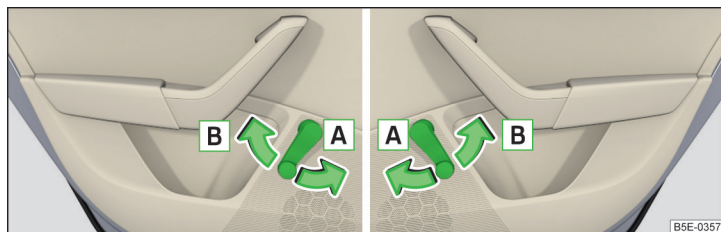

Fig. 60 Commande fenêtres : à gauche/à droite
- Pour l'**ouverture**, tournez la manivelle dans le sens de la flèche **A** » fig. 60.